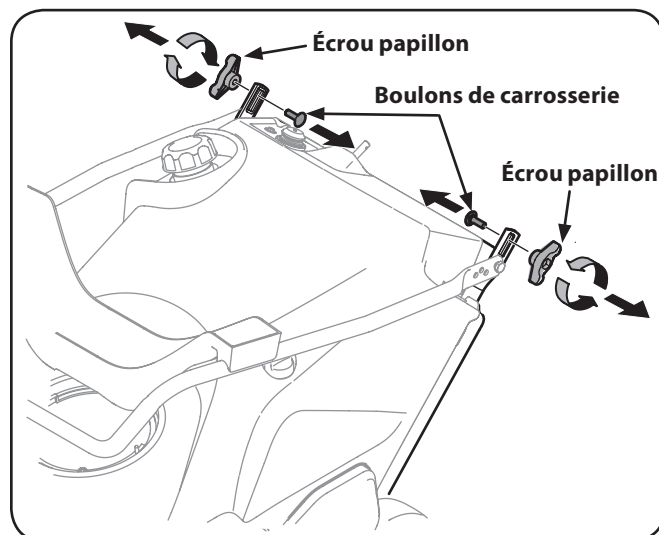

Figure 3-1
1. Retirez les écrous papillon et les boulons de carrosserie de la partie supérieure de la poignée inférieure. Voir Figure 3-1. Il n'est pas nécessaire de retirer la vis à épaulement et l'écrou autobloquant à bride qui se trouvent sous l'écrou papillon et le boulon de carrosserie.